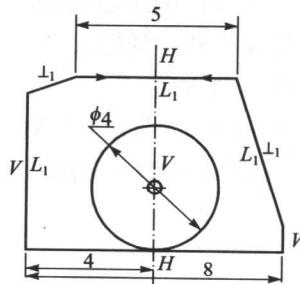

图 1-12 【练习 1-6】完成图
**【练习 1-6】** 使用“约束”功能，将图形修改为如图 1-12 所示的形状。
单击两图元相切按钮 ，分别选择圆和底边使其相切，如图 1-12 所示。